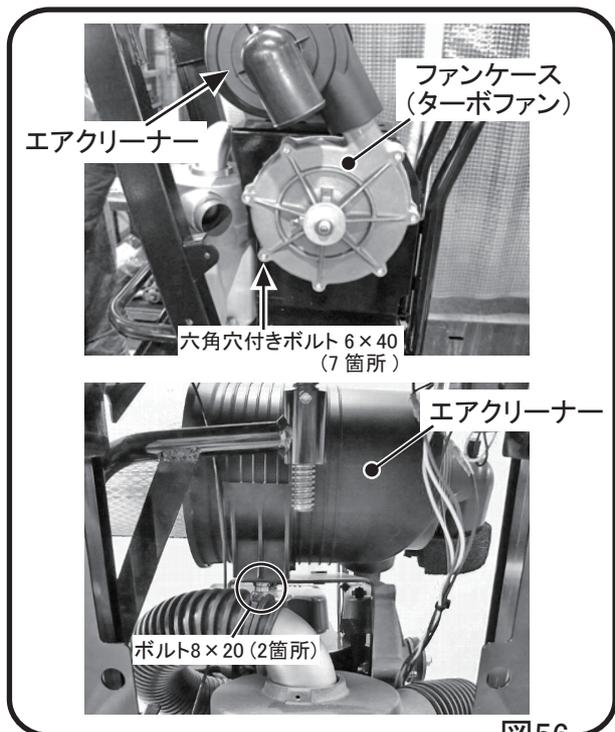

図56
で本機に固定されています。(図56)
- 2 ファンケース(ターボファン)のM6六角穴付きボルト(7箇所)を外す。(図56)